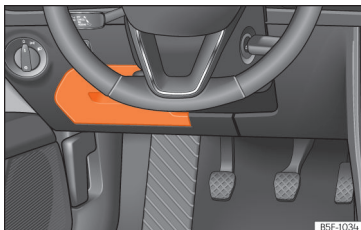

Abb. 51 Auf der Fahrerseite in der Instrumententafel: Abdeckung des Sicherungskastens.
- **Öffnen:** Abdeckung nach unten aufklappen » **Abb. 51.**